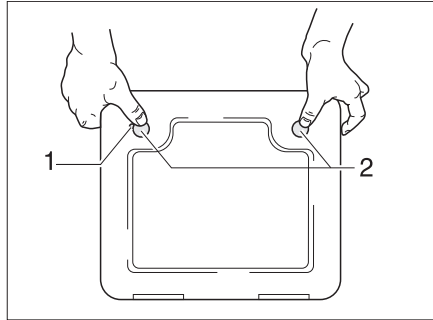

Fig. 354 Sportello per la cassetta della toilette
- Aprire lo sportello della cassetta all'esterno del veicolo. Inserire la chiave nel cilindro della serratura a pressione (Fig. 354,1) e ruotare di un quarto di giro.
- Premere contemporaneamente con i pollici entrambe le serrature a pressione (Fig. 354,2) e aprire lo sportello per la cassetta.